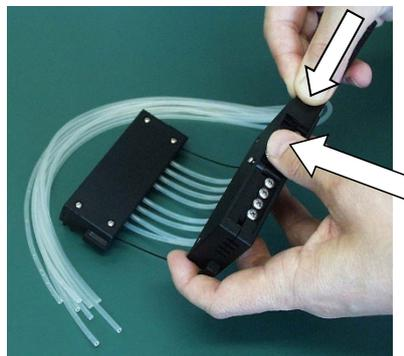

Figura 5–50. Inserción de la cubierta sobre los tornillos de calibración
16. Apriete el tornillo frontal de la cubierta (Figura 5–51).